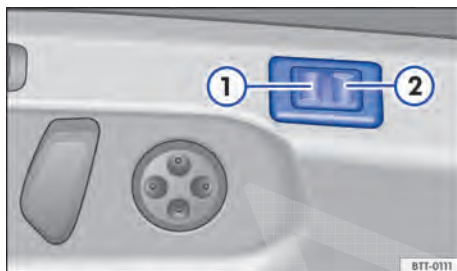

Fig. 50 Interruptor no banco dianteiro esquerdo: ajuste do apoio lateral.
Pressionar o interruptor para frente ⇒ Fig. 50 ① ou para trás ② para encher ou esvaziar as bolsas de ar das bananas laterais.